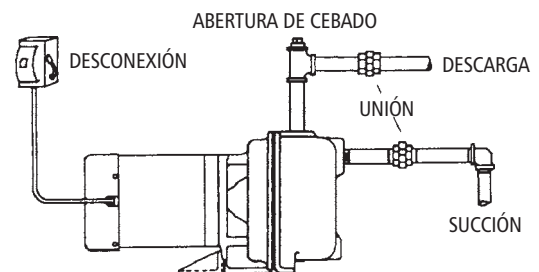

Figura 1
- Instale una unión hermética en la línea de succión cerca de la bomba. Ver la figura 1.
- Instale una T en la conexión de descarga de la bomba. Se requiere la apertura del extremo superior de la T para el cebado inicial. Ver la figura 1.
- Cebe la bomba llenando con agua limpia la bomba y la tubería a través del orificio en el extremo superior de la T. Ver la figura 1.